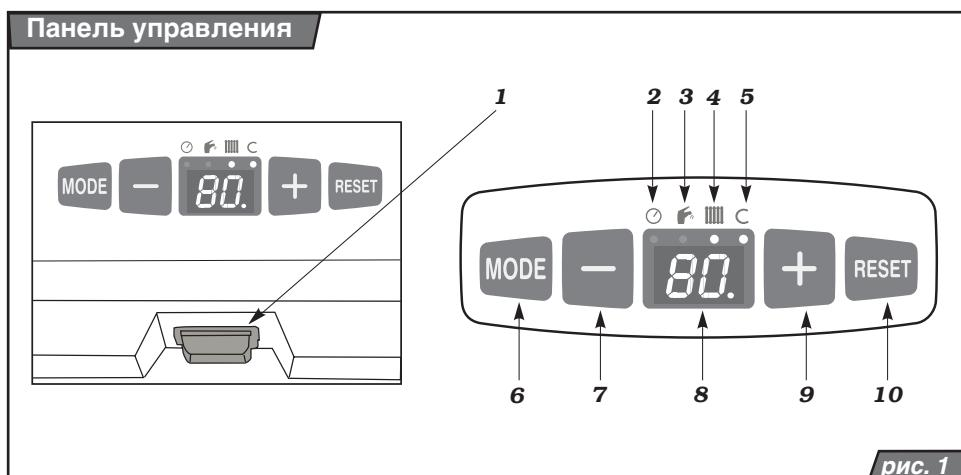

рис. 1
Главный выключатель (рис. 1, поз. 1) предназначен для включения или выключения котла. Главный выключатель находится под нижней гранью котла, на оси панели управления.
Описание элементов управления (рис. 1):
Выключите котёл с помощью главного выключателя (рис. 1). Затем нажмите кнопку и включите котёл с помощью главного выключателя.
выполните перезапуск (RESET) котла (рис. 1). Если неисправность сохраняется, может произойти перегрев котла и последующее разъединение аварийного термостата. В этом случае обратитесь в авторизованную сервисную организацию.
Переключите главный выключатель (рис. 1) в положение (!), Дисплей начнёт светиться.
Главный выключатель (рис.1) переключите в положение (0).